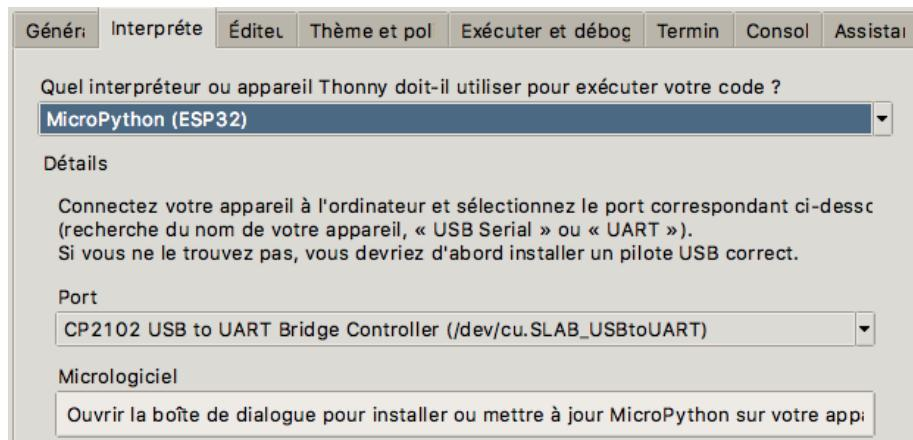

FIGURE 9 – Préparation au téléversement du firmware dans l'ESP32
**Procédure sur MacOS et windows :** Dans la même fenêtre que précédemment, cliquer sous «Micrlogiciel» sur «Ouvrir la boîte de dialogue pour installer ou mettre à jour MicroPython sur votre appareil». Voir figure 9.